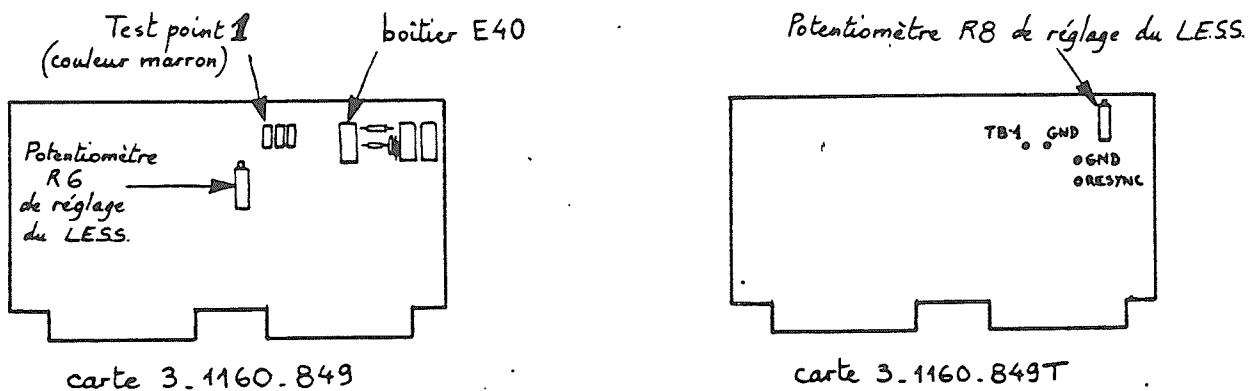

Figure 11
entre les pattes 8 et 7 du boîtier E40 sur une carte 3.1160.849 ou entre les plots test marqués "RESYNC" et "GND" sur une carte 3.1160.849T (pour distinguer les deux types de carte "Logic Board" voir figure 11)
- sur une carte 3.1160.849 (fig 11)
- sur une carte 3.1160.849 T (fig 11)
- Ⓐ — Au cours de la lecture des cartes tourner le potentiomètre de réglage du monostable "Leading Edge Single Shot" (LESS.) R6 ou R8 suivant le cas (voir figure 11) - Le tourner d'abord pour diminuer la durée du signal jusqu'à ce qu'une erreur de lecture se produise.